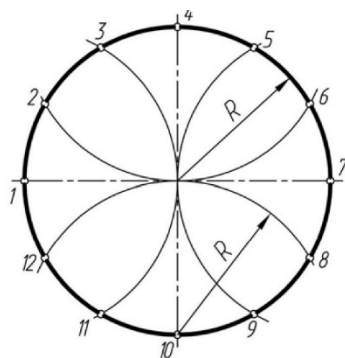
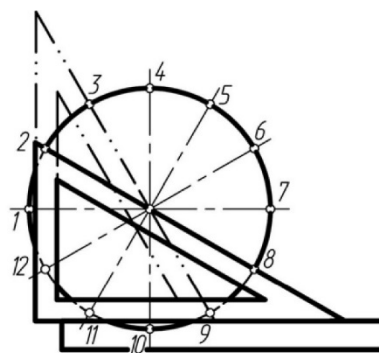

Рис. 120. Деление окружности на 12 частей с помощью циркуля
Рис. 121. Деление окружности на 12 частей с помощью угольника
3. Деление окружности на **12** равных частей. На рис. 119 показана деталь, которая имеет двенадцать отверстий. Ставим иглу циркуля в точки **1, 4, 7** и **10** (рис. 120) и проводим дуги радиуса ***R***. Точки **1, 2, 3 ... 12** делят окружность на **12** равных частей. Деление окружности на **12** равных частей с помощью угольника показано на рис. 121. Гипотенуза угольника проходит через центр окружности.